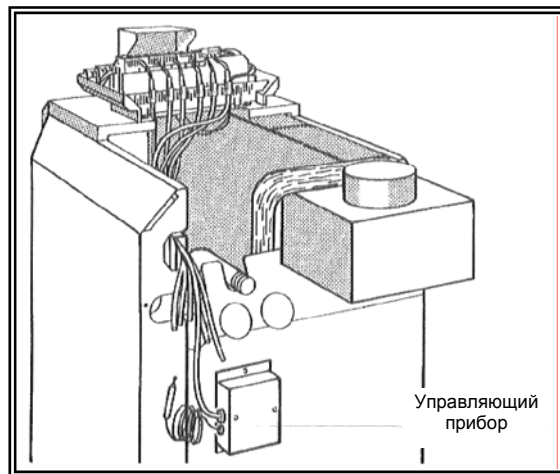

Рис. 2: Расположение прибора управления ПКДГ на котле G124X
- Прикрепить прибор управления ПКДГ двумя саморезами из комплекта поставки (Рис. 2 – 5).